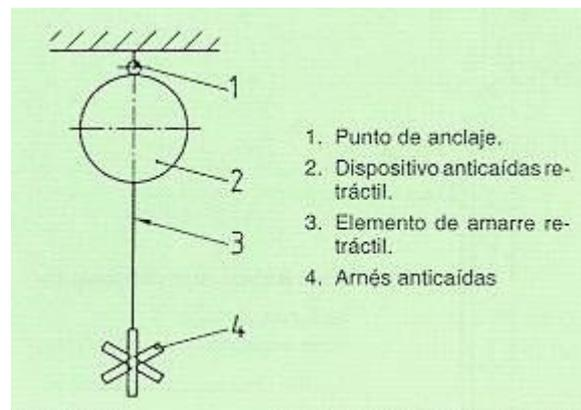

Fig. 6: Esquema de sistema anticaídas con dispositivo anticaídas retráctil
- Dispositivo anticaídas retráctil (fig 6): Es un dispositivo con una función de bloqueo automático y un sistema automático de tensión y de retroceso para el elemento de amarre, es decir un elemento de amarre retráctil.